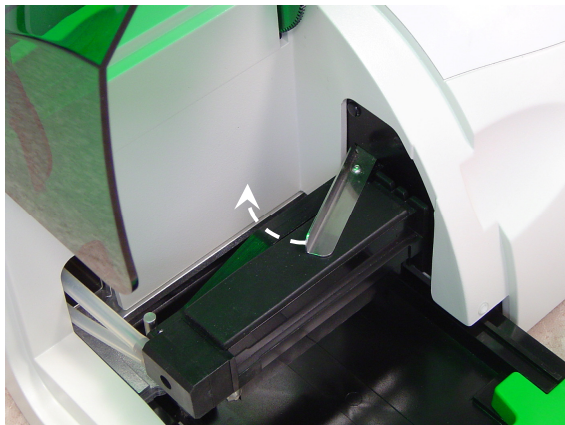

図 4
9. ロッキングレバーの向きを変え（マニホールドと平行になるように奥に回す）（図 4）、マニホールドの上下の動きを妨げないようにします。